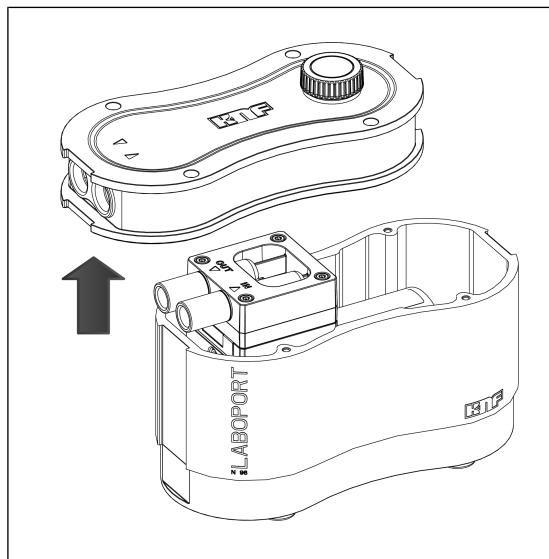

Fig. 10: Rimozione del coperchio della carcassa
3. Rimuovere il coperchio della carcassa (2) facendo attenzione e posizionarlo vicino alla carcassa della pompa (3) (vedere Fig. 10).
- i** Rimuovendo il coperchio della carcassa (2) fare attenzione a non esercitare forze di trazione significative sui cavi e a non danneggiarli